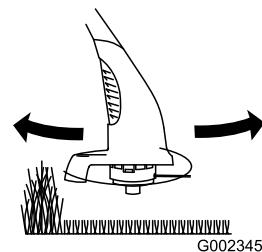

Figura 8
- Fate oscillare lentamente il decespugliatore dentro e fuori l'area da falciare (Figura 8).